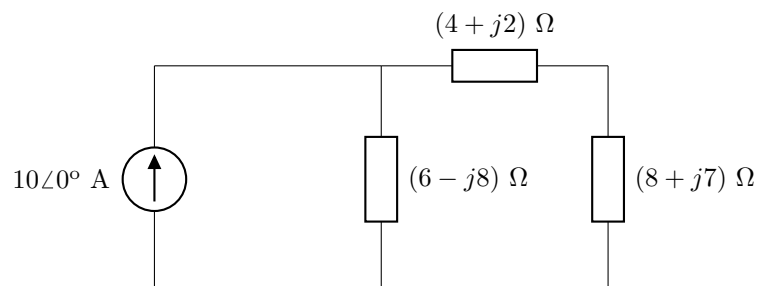

Figura 5.2: Circuito del problema 4.
4. Halla la potencia promedio que absorbe cada una de las impedancias del circuito de la figura 5.2.